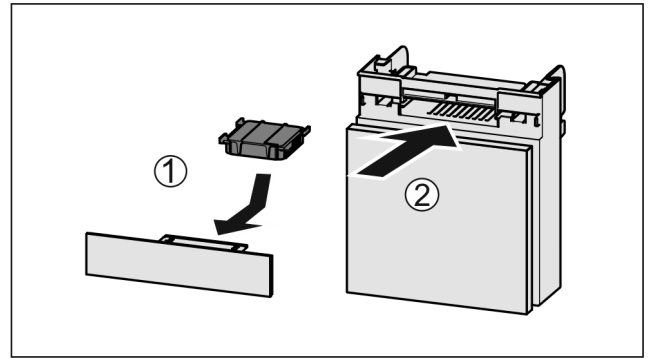

Fig. 162
- Insérer le filtre à charbon actif d'après le schéma Fig. 162 (1).
- Insérer le compartiment Fig. 162 (2).